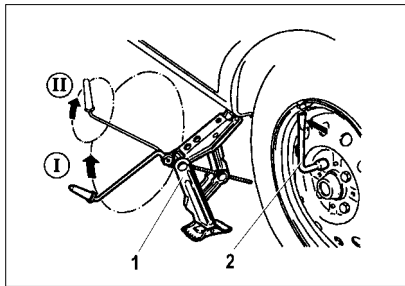

Рис. 49. Замена колес
– ослабьте на один оборот комбинированным ключом 2 (рис. 49) болты крепления заменяемого колеса;